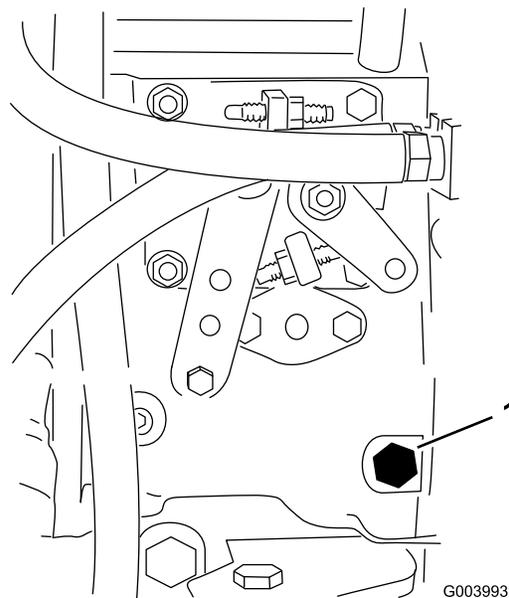

图33
3. 用 12mm 扳手打开燃油喷射泵（图33）上的排气螺丝。